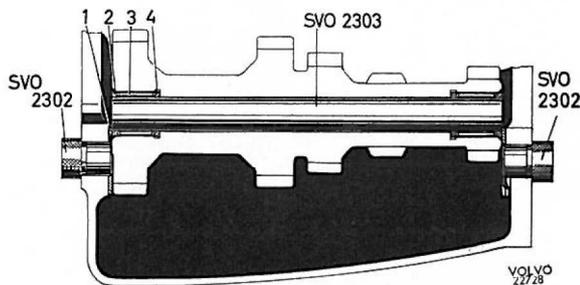

Fig. 30. Remontage de l'arbre intermédiaire
3. Fixer les rondelles sur la boîte avec un peu de graisse par exemple. Les guider avec des broches SVO 2302, voir Fig. 30. Poser le pignon intermédiaire dans le fond de la boîte.